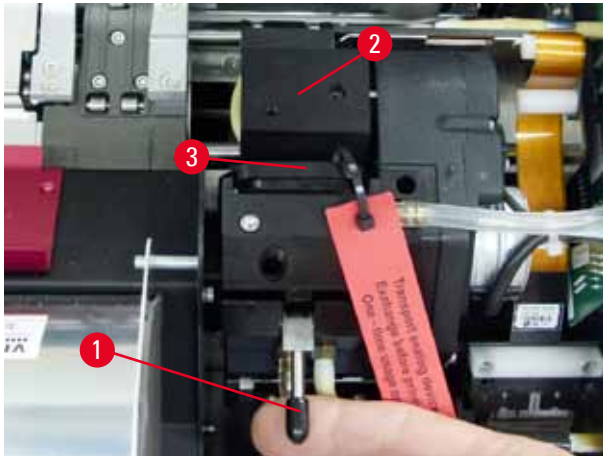

Fig. 30
4. Skrivarhuvudet (→ "Fig. 30-2") förflyttas uppåt och stannar cirka 1 cm från tätningssläppen (→ "Fig. 30").